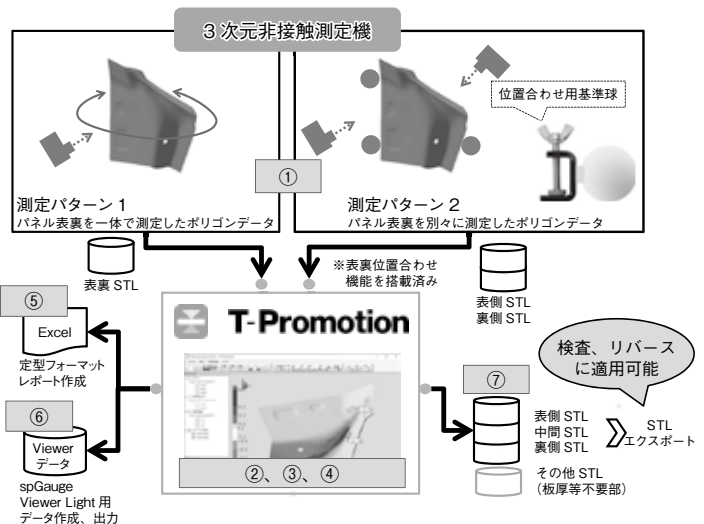

図2 T-Promotion 仕様、操作フロー
以下は図2の①～⑦に対応している。なお、
⑦でエクスポートしたSTLは、検査やリバー